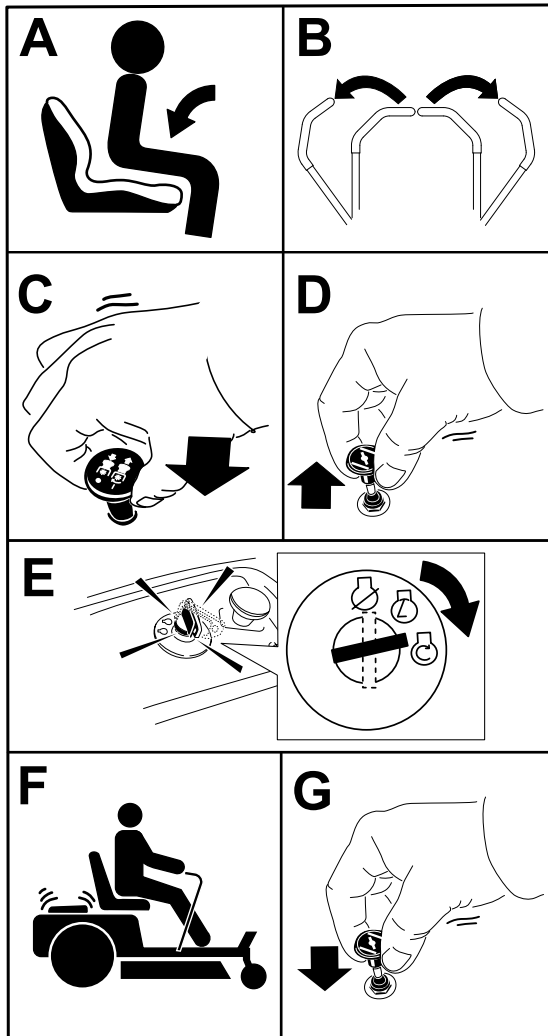

Figura 18
1. Desengrane las cuchillas moviendo el mando de control de las cuchillas a la posición de DESENGRANADO (Figura 18).